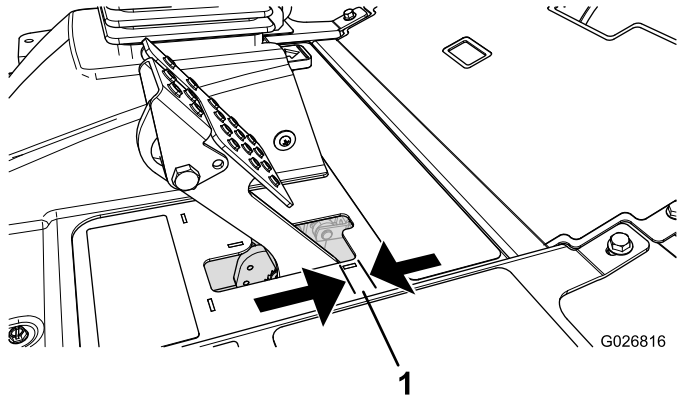

図 53
ブレーキペダルの「遊び」図 53が 2.5cm 以上となったり、強く踏み込まないとブレーキの効きが悪いと感じられるようになったら、調整を行ってください。遊びとは、ブレーキペダルを踏み込んでから抵抗を感じるまでのペダルの行きしろを言います。
2. 後ナットを締めてケーブルを後方に移動させて、ホイールがロックする前のブレーキペダルの遊び図 53が 6.312.7mm なるように調整する。